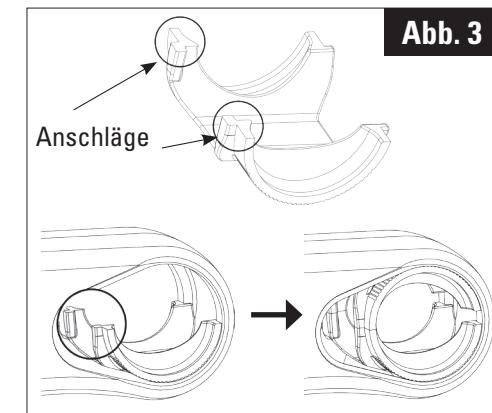

Abb. 3
1. Eine der Halbschalen (11) horizontal in den Lenkervorbaukörper einführen, danach die zweite Halbschale (die Anschlüsse müssen einander gegenüberliegend und nach vorn positioniert sein: Abb. 3).